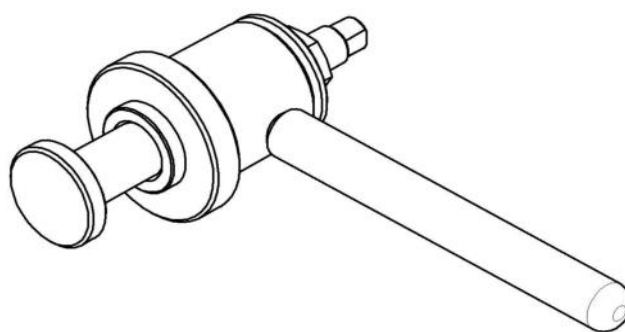

Рис. 19. Приспособление для запрессовки манжет.
- Используя приспособление манжет (см. рис. 19) установить манжету 1;